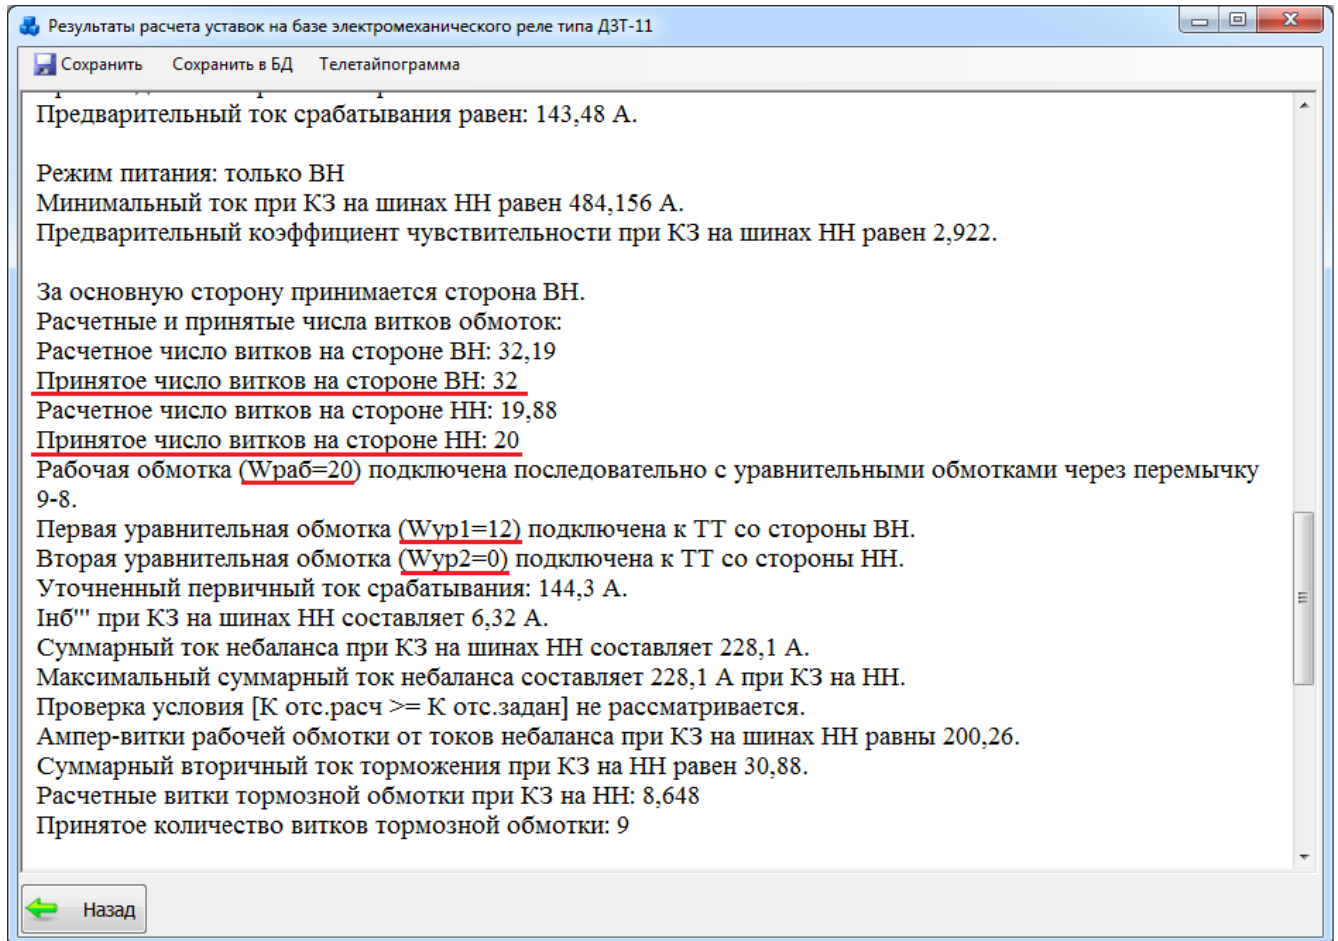

Рисунок 3.9.39
- на рабочую обмотку, подключенную последовательно с уравнительными обмотками через перемычку 9-8, устанавливается число витков, равное наименьшему числу витков сторон (Рисунок 3.9.39);
- на первой уравнительной обмотке, подключенной к трансформаторам тока, установленным на стороне с наибольшим числом витков, количество витков устанавливается равным разности между наибольшим и наименьшим числом витков сторон (Рисунок 3.9.39);
- число витков на второй уравнительной обмотке, подключенной к трансформаторам тока, установленным на стороне с наименьшим числом витков, равно нулю (Рисунок 3.9.39).